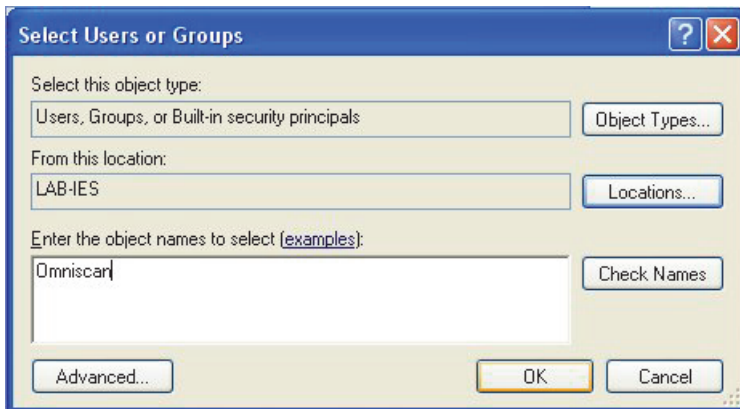

图 7-16 选择用户或组对话框 (Windows XP)
8. 在 **Select Users or Groups**（选择用户或组）对话框中，点击 **Locations**（位置）按钮（参见第 206 页的图 7-16）。
10. 返回到 **Select Users or Groups** (选择用户或组) 对话框, 在 **Enter the object names to select** (输入要选择的项目名称) 文本框中, 输入 **Omniscan** (参见第 206 页的图 7-16), 然后点击 **OK** (确定)。
13. 在 **Select Users or Groups**（选择用户或组）对话框中，点击 **Locations**（位置）按钮（参见第 206 页的图 7-16）。
15. 返回到 **Select Users or Groups**（选择用户或组）对话框，在 **Enter the object names to select**（输入要选择的项目名称）文本框中，输入 **Omniscan**（参见第 206 页的图 7-16），然后点击 **OK**（确定）。